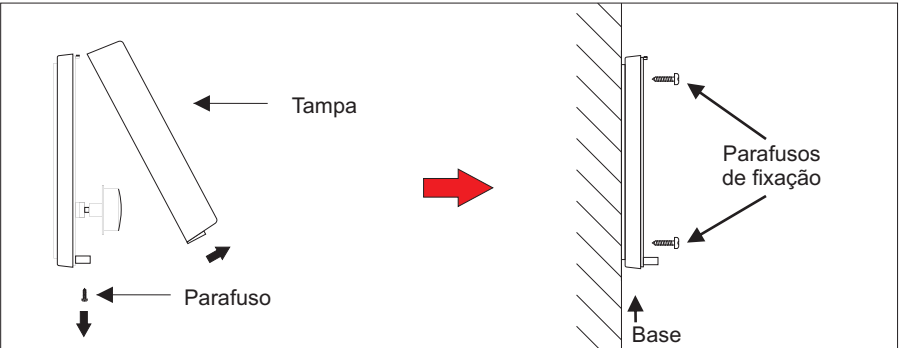

Figura 2
- Fixe a base na superfície escolhida através de 2 parafusos (Figura 2).